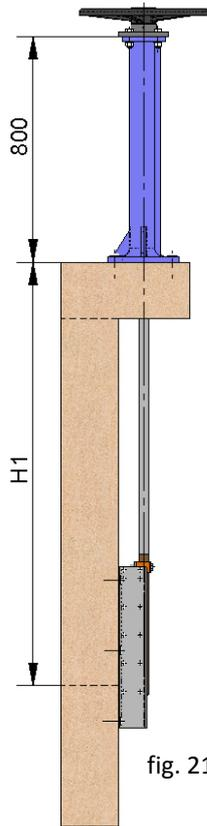

fig. 21
- La columna de maniobra estándar es de 800 mm de altura (fig. 21).